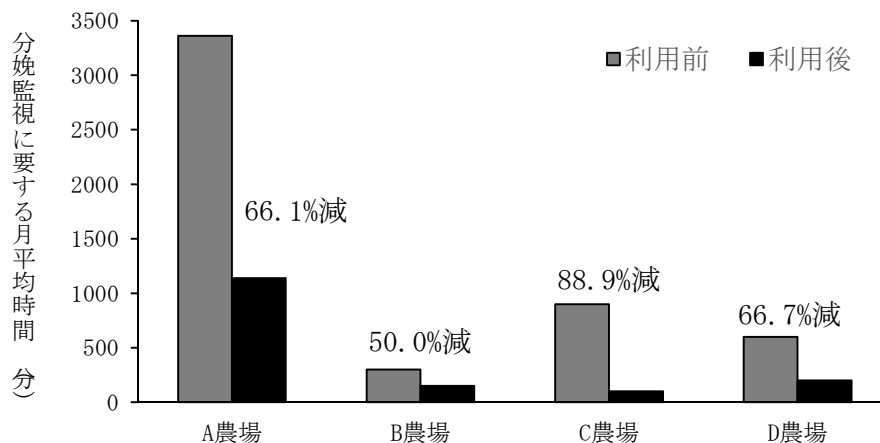

図1 汎用ICT監視カメラ利用前後の労力軽減
- 1 汎用 ICT 監視カメラの仕様として、①夜間でも赤外線ライトにより可視化可能、②視野角が大きく動作可能、③スマートフォンで画像共有及びカメラの遠隔操作が可能である製品の活用により、牛舎内での分娩経過を確認できる（表 1、表 2）。
- 3 汎用 ICT 監視カメラの利用により、分娩事故が低減でき、分娩監視に要する時間が 50%以上軽減できる（表 2、図 1）。